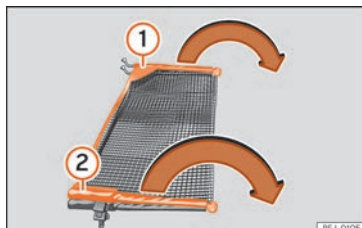

Abb. 127 Netztrennwand ausklappen.
Querstangen »» Abb. 127 ① und ② der Netztrennwand in Pfeilrichtung auseinander klappen, bis ein „Klick“ zu hören ist.